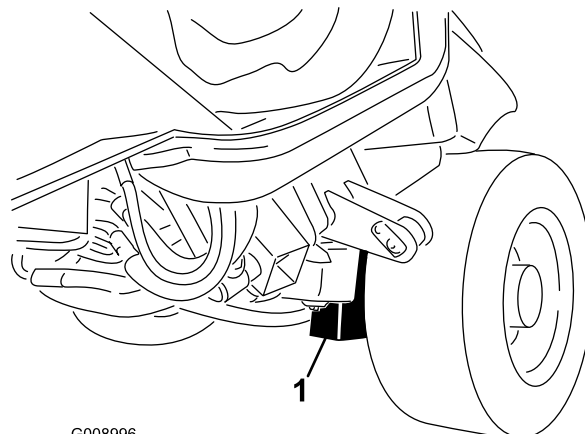

Figura 72
**Parte delantera de la máquina** - en el bastidor, en el interior de cada rueda motriz (Figura 72)